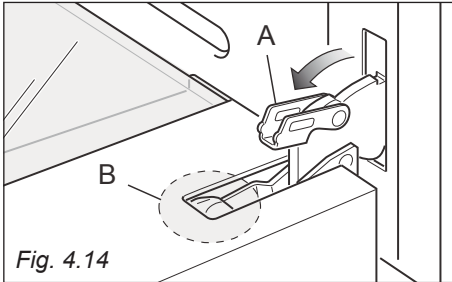

Fig. 4.14
- Aprire completamente la leva "A" delle cerniere destra e sinistra (fig. 4.14).
- Socchiudere dolcemente la porta fino a quando le leve "A" delle cerniere destra e sinistra si agganciano alla parte "B" della porta (fig. 4.14, 4.15).